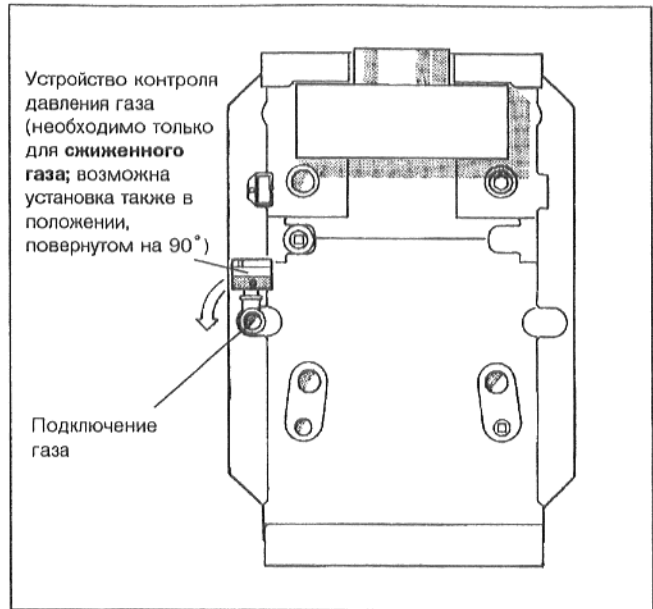

Рис. 13: Подключение газа
Подключение линии подачи газа к горелке должно производиться без механических нагрузок (Рис. 13).
- При использовании **сжиженного газа** плотно вставить устройство контроля давления газа, поставляемое совместно с деталями для переоборудования, непосредственно у элемента подключения газа отопительного котла установочной шайбой вверх или наружу в линию подачи газа (Рис. 13) и осуществить электрическое подключение в соответствии с электрической схемой.